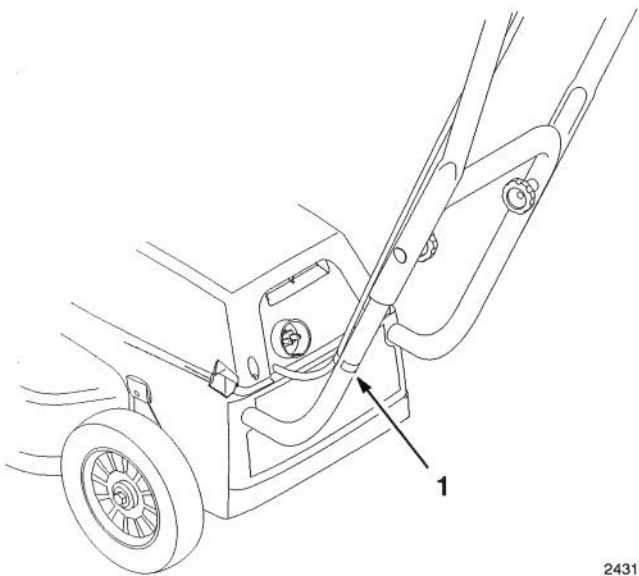

Figure 3
4. Si le mancheron est monté dans la position la plus haute, attacher le câble à l'aide de la pince à la branche de gauche du mancheron inférieur (Fig. 3).